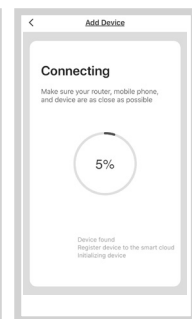

fig. 10
- Parte il processo di impostazione che può durare qualche minuto (fig. 10).
- Provare a collegarsi manualmente alla rete WiFi (fig.10).